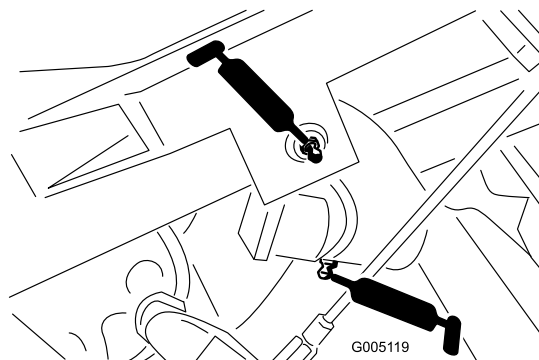

Figura 33
- Pivote del brazo de elevación (3) y bisagra del pivote (3) (Figura 33)